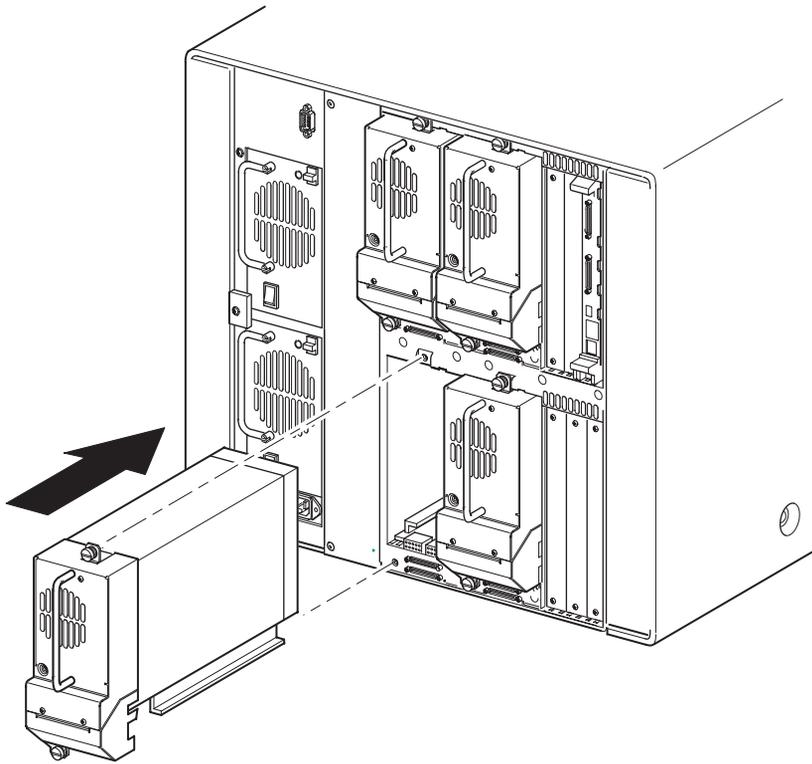

Abbildung D-2: Einsetzen eines Bandlaufwerks (MSL5052 abgebildet)
3. Setzen Sie das Bandlaufwerk langsam in den Laufwerksschacht ein. Vergewissern Sie sich, dass das Laufwerk vollständig eingeschoben ist, so dass es am Ende der Library richtig einrastet (siehe Abbildung D-2).